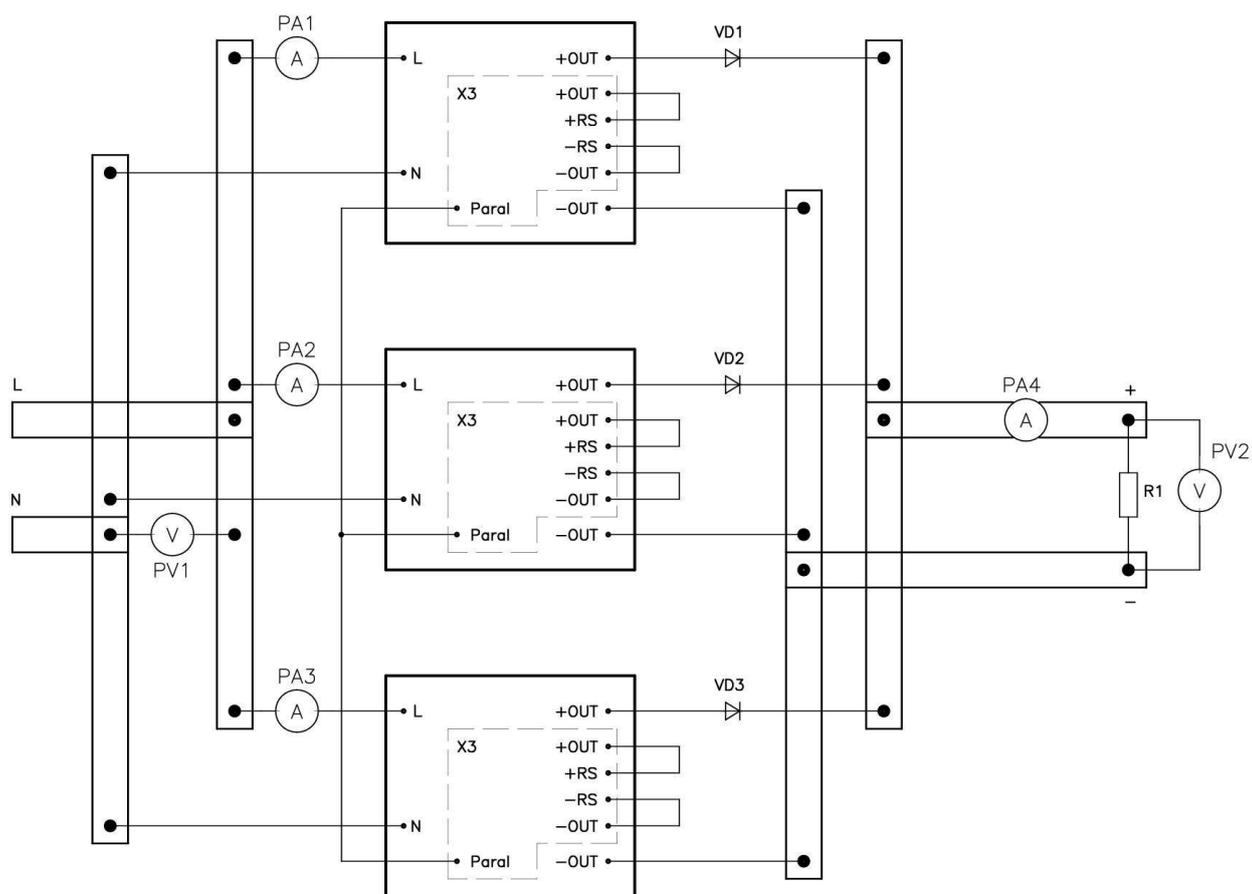

Рисунок 5.12 Резервированная система, построенная по принципу N+M с равнозначными модулями
5.14.10 Построение резервированной системы по принципу N+M с равнозначными модулями (Рис. 5.12). На выходе каждого из модулей необходимо установить разделительные диоды. Выходное напряжение непосредственно на нагрузку будет меньше выходного напряжения модуля на величину падения напряжения на VD1 – VD3 и соединительных проводах. Падение напряжения можно компенсировать с помощью функции подстройки выходного напряжения, посредством переменного резистора ADJ установленного в модуле, в пределах 5 % от значения выходного напряжения модулей. Для этого, перед параллельным включением модулей, выходное напряжения каждого модуля в **отдельности** настраивается на необходимую величину.